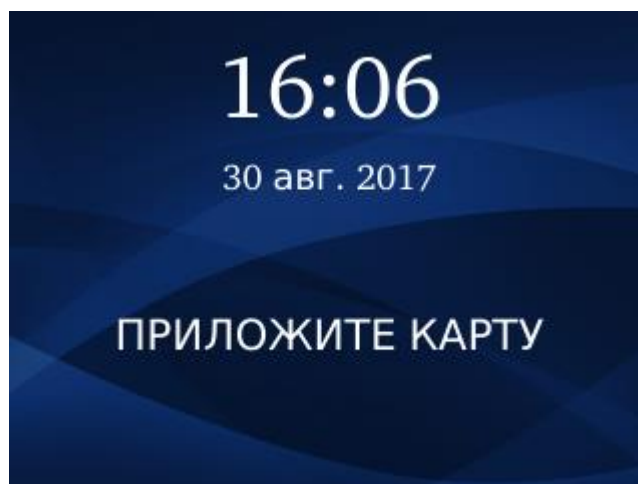

Рисунок 16. Экран терминала в режиме «Карта + ладонь или кнопка»
- Карта + ладонь или кнопка (рисунок 16)